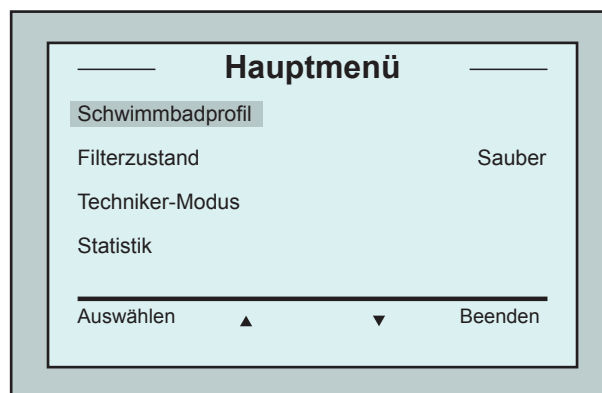

Abbildung 6: Hauptmenü-Bildschirm
Der Dolphin Wave ist in der Lage, mit 4 verschiedenen Schwimmbad-Konfigurationen zu arbeiten. Nach Einstellung dieser Konfigurationen werden sie im Speicher der MMI-Bedienkonsole gespeichert. Der Roboter wird in der Fabrik mit speziellen Standard-Schwimmbadeinstellungen versehen, die Sie ändern können. Wir verweisen Sie auf den ersten *Hauptmenü-Bildschirm*, Abbildung 6 und Kundenspezifische Einstellungen, Seite 39.
2. Drücken Sie auf die Taste **Menü**, um zum *Hauptmenü* zu gelangen (Abbildung 6).